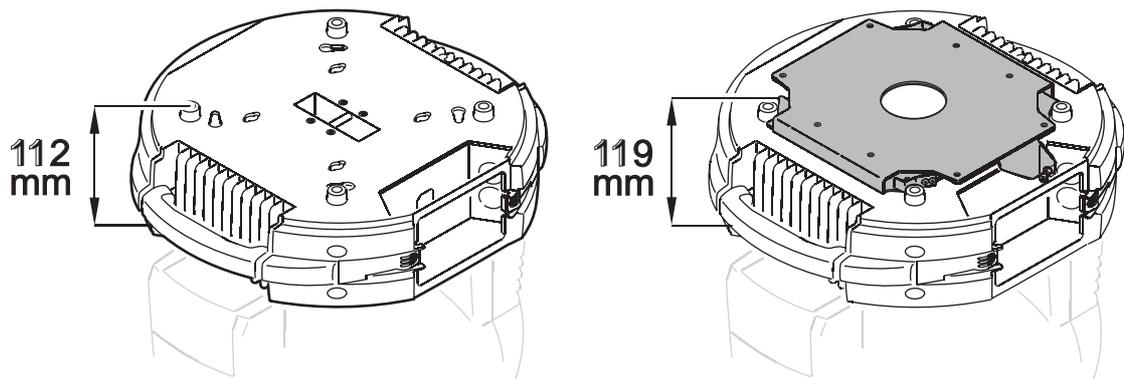

**Bild 5: Bajonettverschluss des Schnellbefestigungs-Adapters**
- Siehe Bild 5. Halten Sie das Gerät an den Adapter. Richten Sie es aus. Die Kante **A** des Blechs muss in die Aufnahme **B** an der Basis des Geräts eingreifen. Drehen Sie die Basis im Uhrzeigersinn, bis die Bajonettverschlüsse voll eingerastet sind.